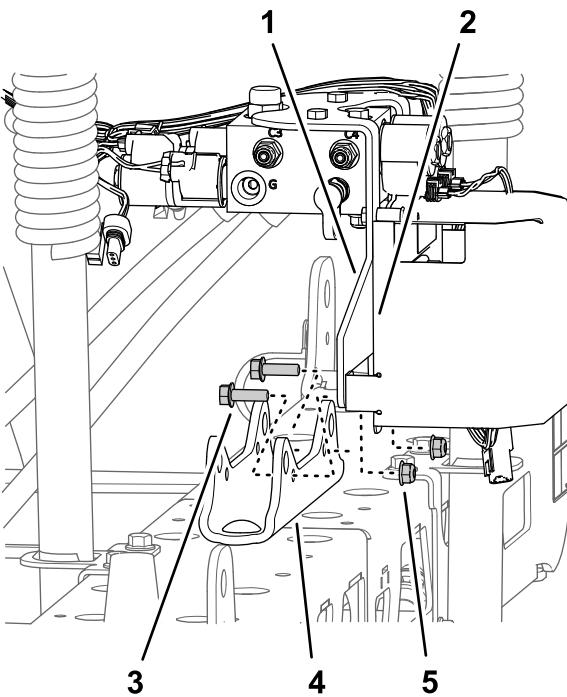

图44
- 对于带可选超声波喷洒臂平行组件的机器 拧下将喷洒段提升歧管的支撑托架和 TEC 控制器支架固定至油缸安装座的 2 个凸缘锁紧螺母 $5/16$ 英寸和 2 个凸缘头螺栓 $5/16 \times 1$ 英寸然后从油缸安装座上分离歧管和托架 图44。